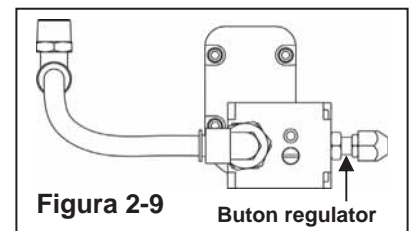

Figura 2-9
- Pas 1. Goliți regulatorul de descărcare răsucind butonul în sens antiorar până când se oprește. (Vezi Figura 2-9)